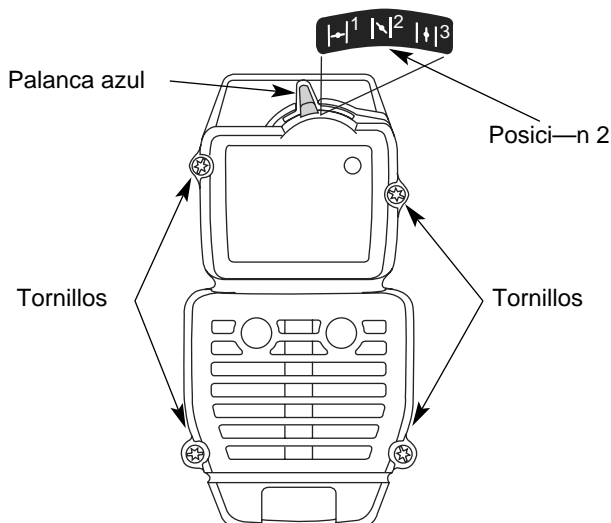

Fig. 21
NOTA: La palanca azul debe estar en Posición 2 (Fig. 21) para sacar la cubierta del silenciador / filtro de aire.
2. Saque los cuatro (4) tornillos que sostienen la cubierta del silenciador / filtro de aire (Fig. 21). Use un destornillador de broca Torx N₁ T20.
2. Inserte los cuatro (4) tornillos en los orificios de la cubierta del silenciador / filtro de aire (Fig. 21) y ajústelos. No los ajuste demasiado.